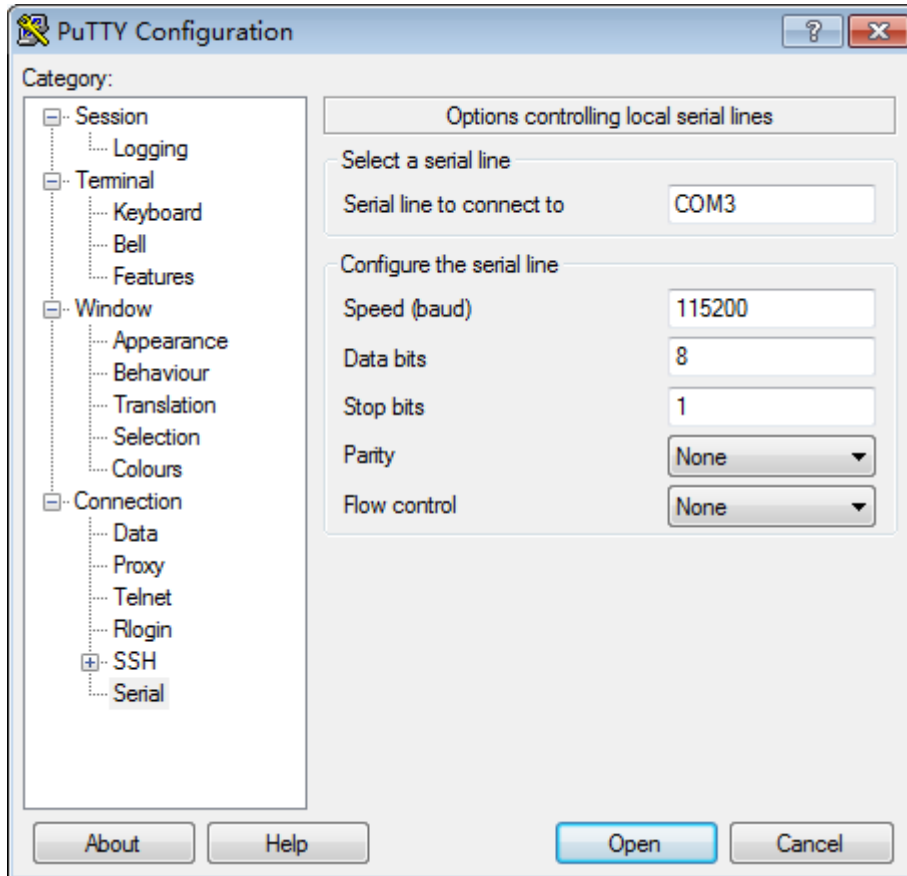

图 3.2 PuTTY 串口通信参数配置界面
3. 在左侧“Category”栏里面选择“Serial”，切换到“PuTTY Configuration”配置界面，如图 3.2 所示，串口号需要根据本机情况填写，其他参数参考图 3.2 设置即可；